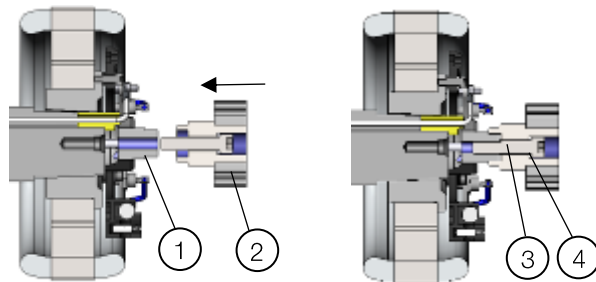

Abbildung 14.35: PMG-Rotorkupplung
- 2) Setzen Sie den PMG-Rotor in die Kupplungsbuchse des Haupterregers ein und befestigen Sie ihn mit der Innensechskantschraube M12 mit einem Drehmoment von 120 bis 140 Nm und einer anaeroben chemischen Sicherung gemäß Abbildung 14.35.
Legende der Abbildung 14.35: